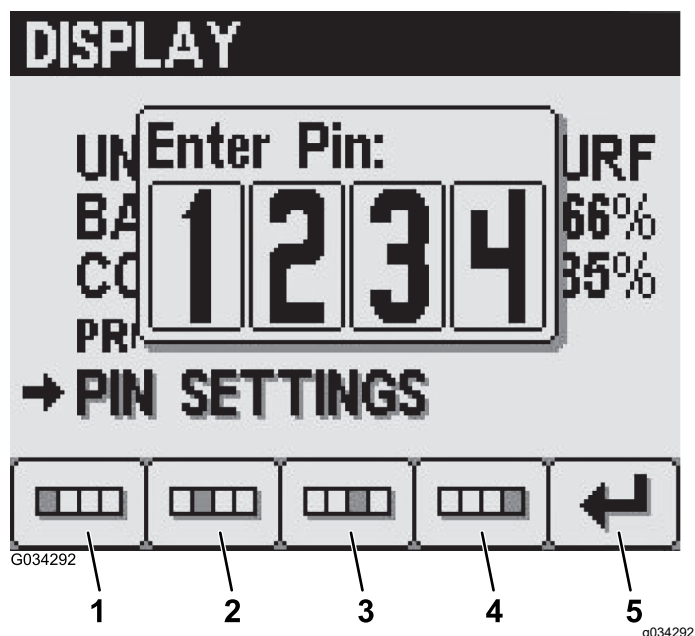

図 24
3. ボタン 14 で、PIN を入力する。PIN の入力ができたら、ボタン 5 を押す 図 24。
4. PIN 入力画面で、ボタン 14 を使って現在の PIN を入力し、入力が完了したらボタン 5 を押す 図 24。